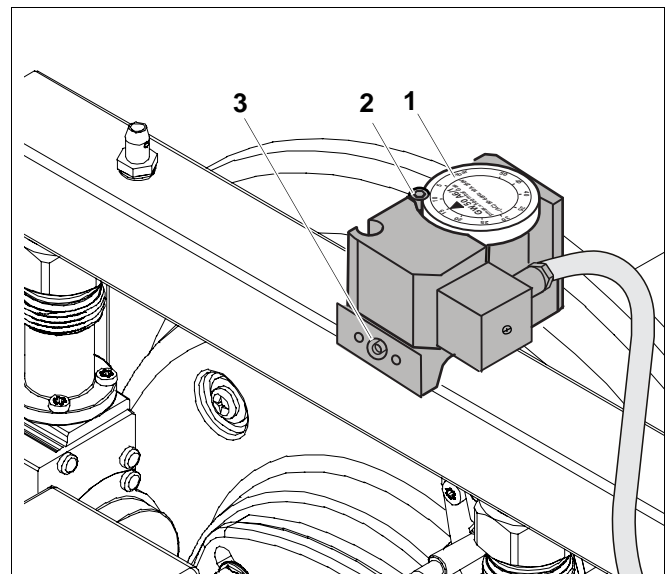

Рис. 21 Реле контроля давления газа
- Отверните винт (рис. 21, **поз. 2**) на крышке.
- Установите регулировочным винтом (рис. 21, **поз. 1**) новое давление газа.